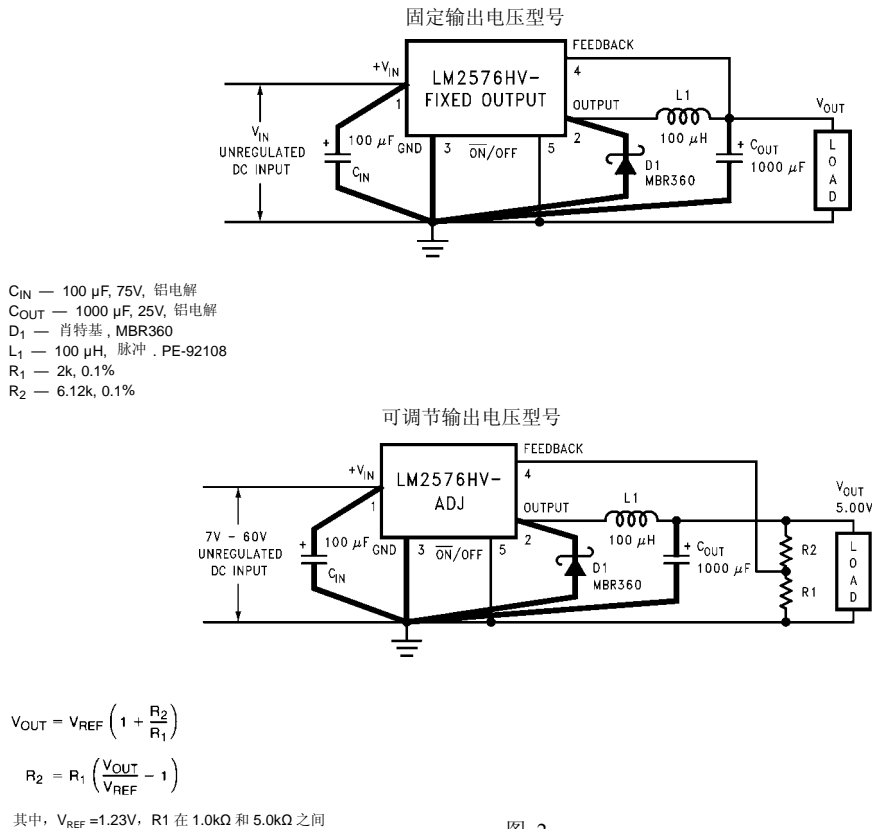

图 2
系统参数 (注 3) 测试电路 图 2
通 / 断控制 测试电路 图 2
**注 3:** 外部元件如箝位二极管、电感、输入输出电容会影响开关稳压器系统性能. 当LM2576/ LM2576HV 应用于如图2的测试电路, 系统性能将如电气特性中的系统参数部分所示.